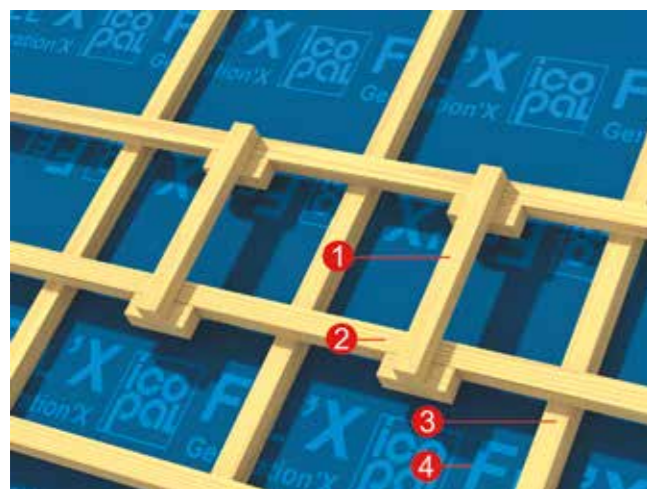

Рисунок 11
5.2.10 Для облегчения монтажа рекомендуется применять обрешеточные шаблоны, изготавливаемые из подручных материалов (Рисунок 11).